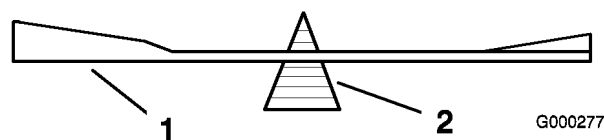
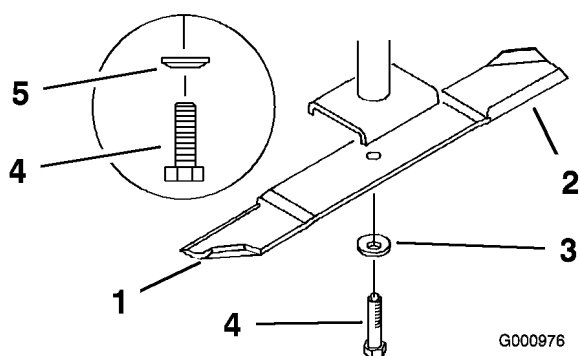

Figure 66
Figure 67
2. Retirez de l'axe le boulon, la rondelle élastique et la lame (Figure 67).
2. Vérifiez l'équilibre de la lame en la plaçant sur un équilibreur (Figure 66). Si la lame reste horizontale, elle est équilibrée et peut être utilisée. Si la lame est déséquilibrée, limez un peu l'extrémité de la partie incurvée seulement (Figure 67). Répétez la procédure jusqu'à ce que la lame soit équilibrée.
1. Placez la lame sur l'axe (Figure 67).
2. Installez la rondelle élastique et le boulon de la lame. Le cône de la rondelle élastique doit être dirigé vers la tête du boulon (Figure 67). Serrez le boulon à 115-150 Nm.